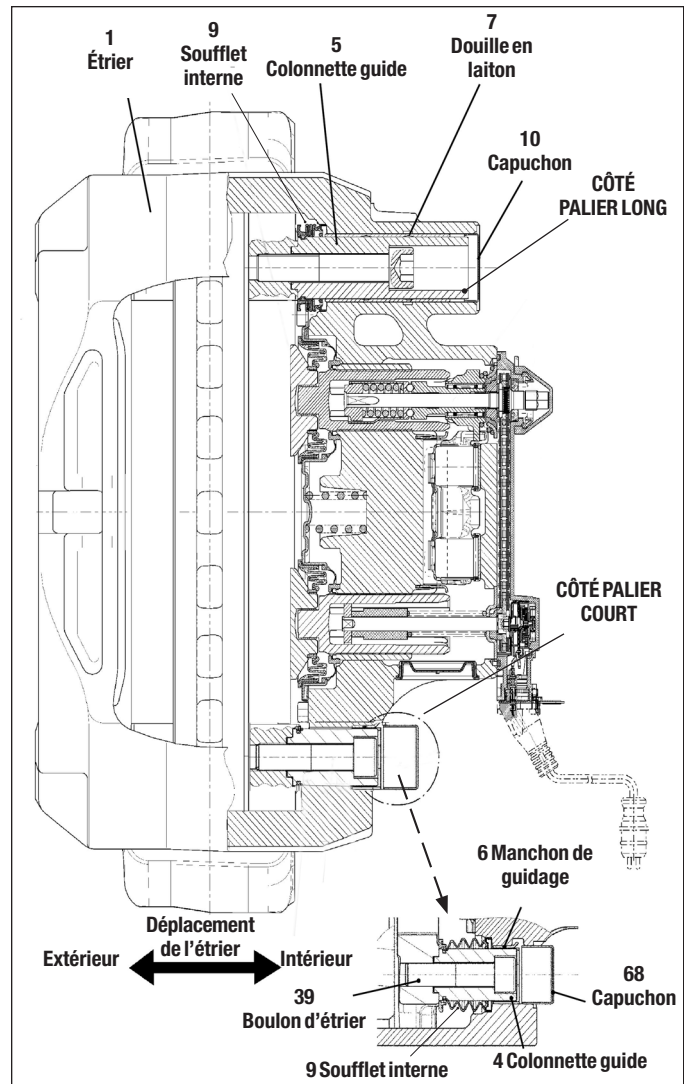
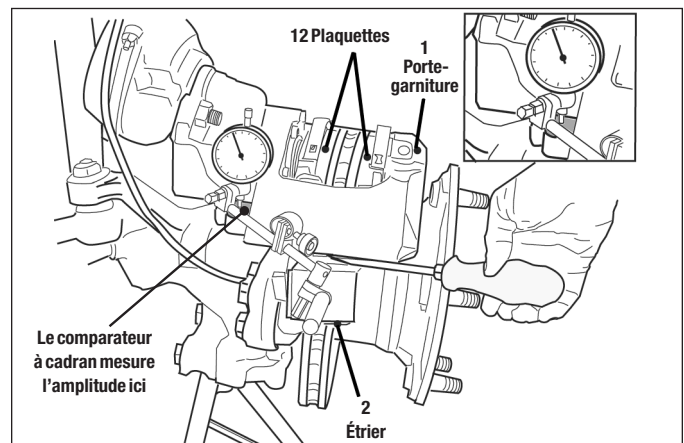

Figure 26 – Colonnettes guides
Figure 27 – Utilisation d'un comparateur à cadran magnétique
4.5.2 Cf. Figures 26 et 27. Enlever la fourchette (11) à la roue démontée. Poser temporairement deux plaquettes neuves (12). Fixer le support magnétique du comparateur à cadran au porte-garniture (1), côté palier court de l'étrier (2). Placer la tête de sonde sur l'étrier (2) – cf. référence dans Figure 27. Pousser l'étrier vers le porte-garniture (1), puis zéroter le comparateur.
4.5.3 Insérer un outil approprié (par ex., un tournevis à large lame plate) entre le porte-garniture (1) et l'étrier (2) puis, en forçant légèrement, éloigner l'étrier du porte-garniture jusqu'à l'arrêt du déplacement. Lire la valeur maximum sur le cadran. Cf. Figure 27.